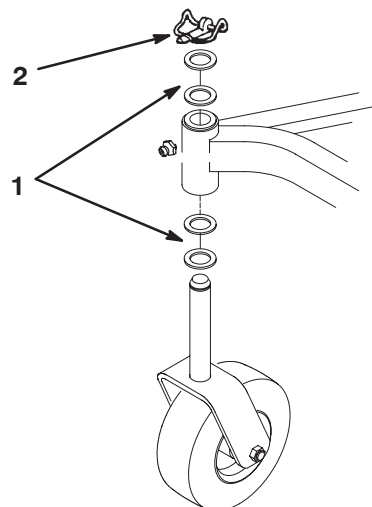

Figure 31
- A. Les plateaux de coupe normalement utilisés à une hauteur de coupe de 25 à 51 mm doivent avoir le côté bas du plateau de coupe soulevé. Enlevez la goupille d'arrêt fixant la roue pivotante du côté bas (Fig. 31) et enlevez l'ensemble roue.
- C. Si le plateau de coupe est utilisé à une hauteur de coupe de 51 mm à 102 mm, abaissez le côté haut du plateau de coupe. Enlevez la goupille d'arrêt de l'ensemble pivotant du côté haut du plateau et enlevez l'ensemble pivotant (Fig. 31).